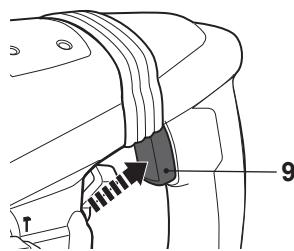

Rys. 5
Używaj zbiornika na pył (19) do wiertła, aby ochronić siebie i urządzenie przed pyłem i zanieczyszczeniami (rys. 5).